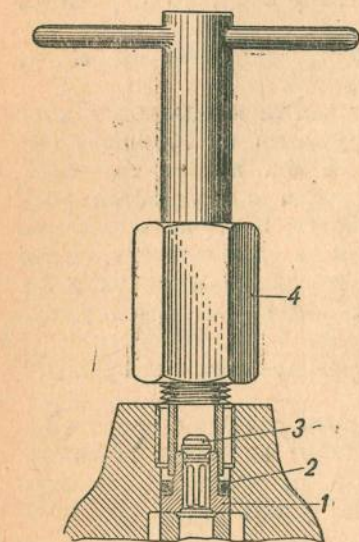

Рис. 21. Снятие пары нагнетательный клапан — седло
3. При помощи съемника 4 сб. 330-07-4 извлечь из корпуса топливного насоса пару нагнетательный клапан-седло вместе с кольцом, уплотняющим стык между штуцером и седлом нагнетательного клапана (рис. 21).
7. Осмотреть нажимной штуцер. Особое внимание обратить на состояние конической фаски на торце, уплотняющей через кольцо 2 (рис. 21) стык между штуцером и седлом нагнетательного клапана. Вмятины, забойны и